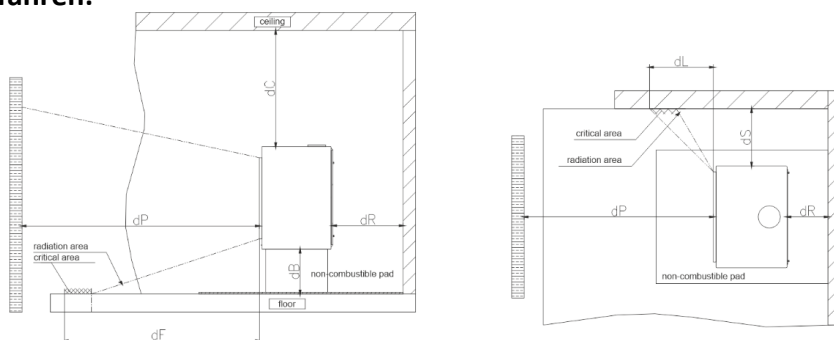

Abb. 2.
7. Nische; 8. Aschenbecher; 10. Griff; 11. Mauerstein (Abb. 2); 13. Deflektor; 14. Rauchrohranschluss; 15. Sicherheitsbügel; 16. Rost; 17. Feder.